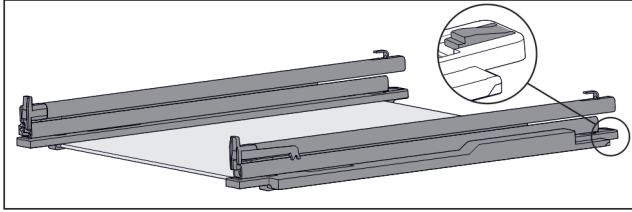

Fig. 222 Glasplatte mit Schienen und Halteteilen
- ▶ Halteteil hinten herunterdrücken (siehe Fig. 222) und gleichzeitig Schiene nach hinten schieben.